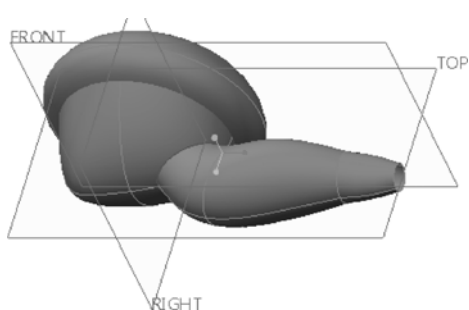

图 13-140 完成边界混合曲面 3
④ 在“边界混合”选项卡中单击“完成”按钮。完成该边界混合曲面后的曲面模型效果如图 13-140 所示。